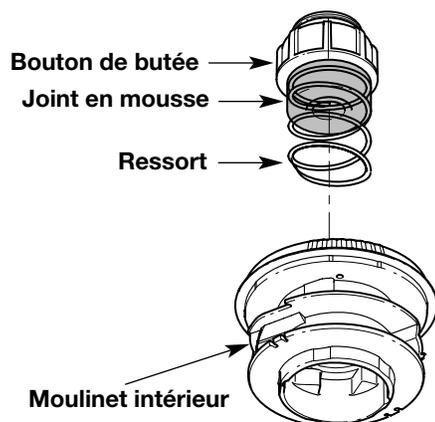

Fig. 20
- Retirez le bouton de butée, le ressort et le joint en mousse en tournant le bouton de butée à gauche (Fig. 20).
- Tirez le bouton de butée, le ressort et le joint en mousse (Fig. 20).
7. Placez le bouton de butée, le ressort et le joint en mousse dans la bobine extérieure (Fig. 20).